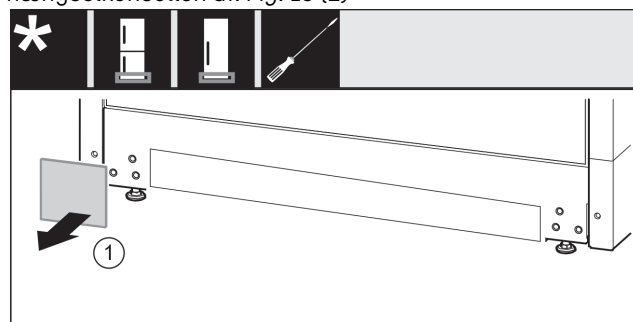

Fig. 16
- Tag afdækningen af. *Fig. 16 (1)*